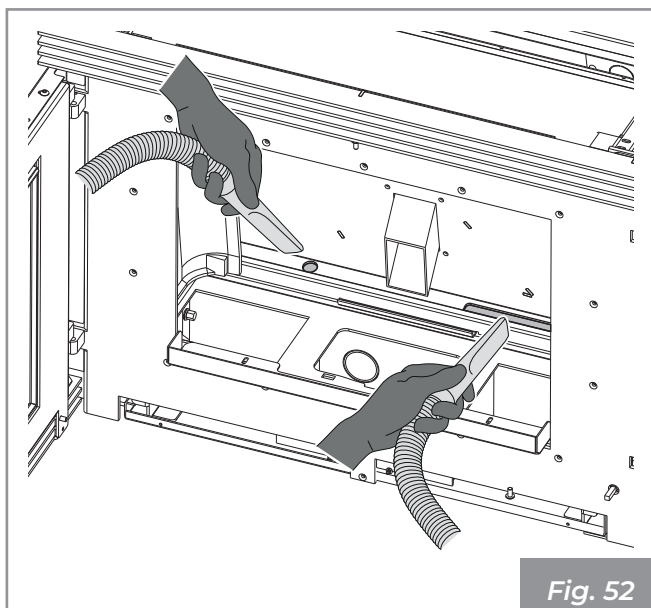

Fig. 52
- Aspirare la cenere residua (Fig. 52).